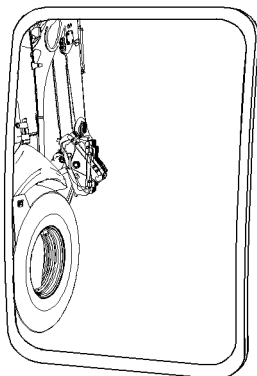

Ilustración 53
Si tiene, ajuste el espejo retrovisor lateral derecho (1) para que se pueda ver un área de por lo menos 1 m (3,3 pies) del lado de la máquina. Refiérase a la ilustración 53. Además, ajuste el espejo retrovisor del lado derecho para poder ver lo siguiente: